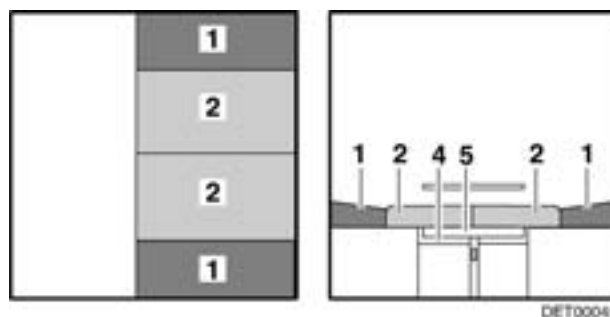

Bild 83 Nach dem Umbau
- Die Sitzpolster (Bild 83,2) zur Mitte ziehen.
- Die Rückenpolster (Bild 83,1) zwischen die Sitzpolster und die Wand legen.